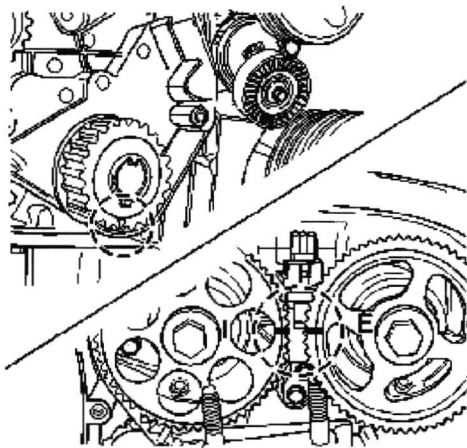

图 1-2 对准正时标记
17) 用曲轴带轮螺栓顺时针转动曲轴至少一整圈，将曲轴正时齿轮上的标记对准后正时带罩底部的缺口，对准凸轮轴正时齿轮正时标记，如图 1-2 所示。